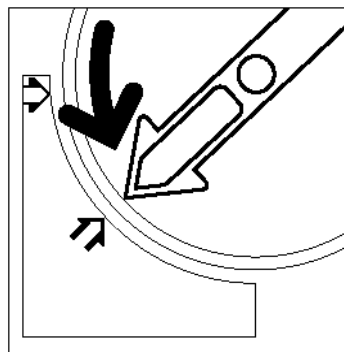

Figura 9: Girar o Cartucho de tinta seca
- 3** Remova o cartucho vazio girando-o no sentido anti-horário, até que o ponto grande no cartucho esteja alinhado com o ponto pequeno na copiadora/impressora, conforme ilustrado na Figura 9.